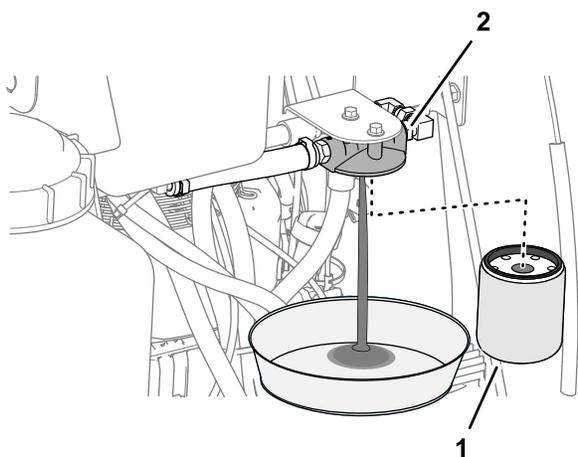

Figure 102
4. Placez un bac de vidange d'au moins 3 L (3 pts américaines) sous le filtre (Figure 102).
5. Déposez le filtre et vidangez le liquide hydraulique (Figure 102).